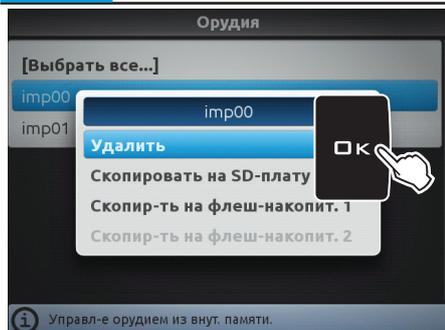

Рис. 239
- Выберите пункт **Удалить** (Рис. 239) и нажмите на **OK**.